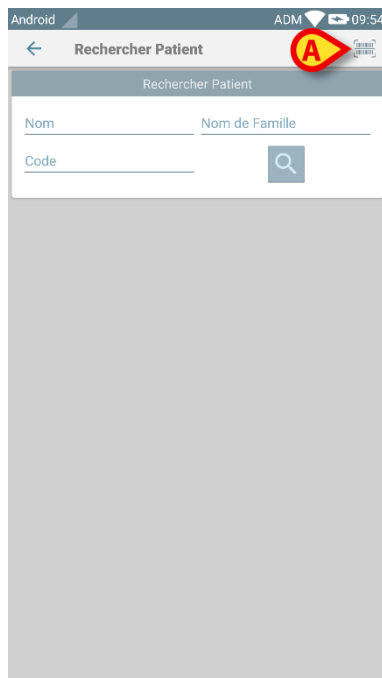

Fig 38
- taper sur l'icône  indiquée sur la Fig 38 **A**.